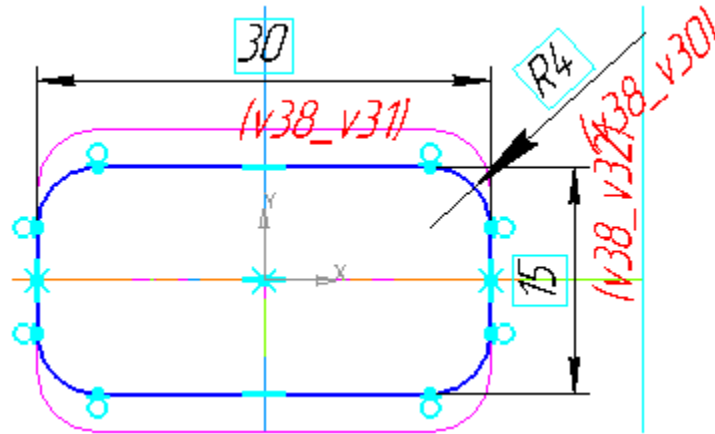

Рисунок 16
- Вертикальному размеру присвойте значение 15 мм (рис. 16.).